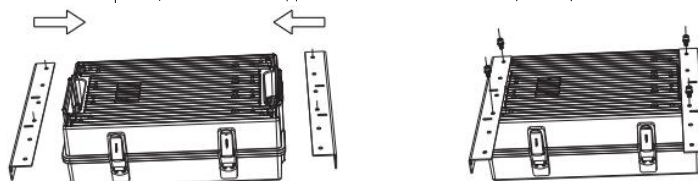

Рис. 4
6.6.5 Закрепить две монтажные пластины на коробе, пластины входят в комплект поставки. (Рис. 4).